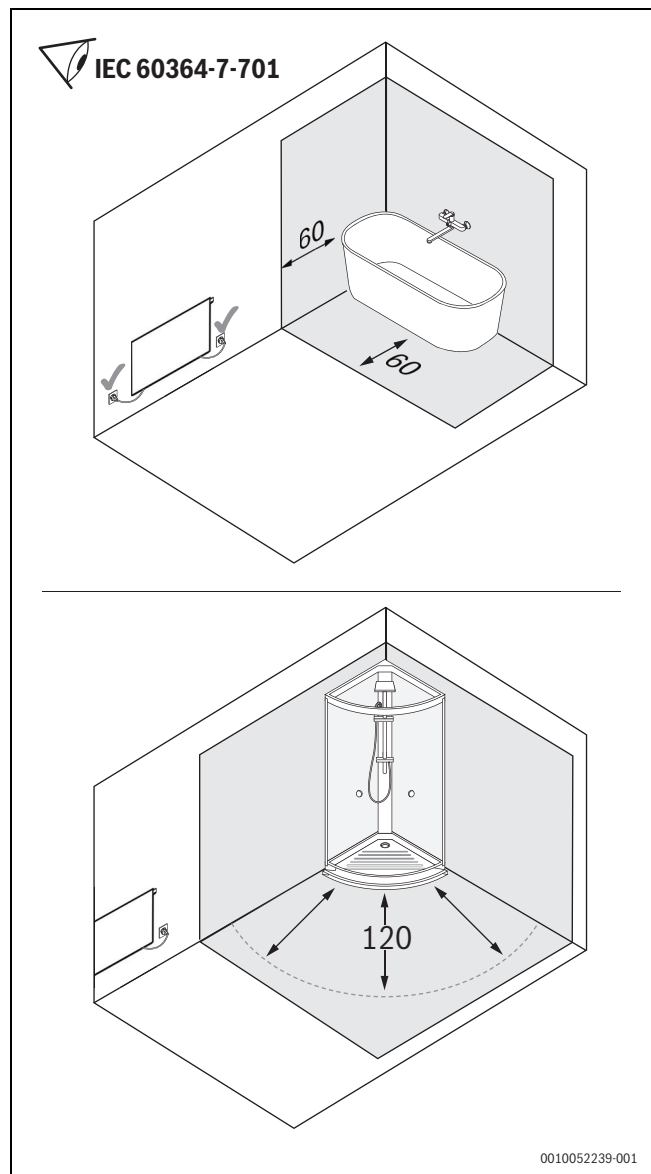

Bild 6
- ▶ Das Gerät darf nur außerhalb des Sicherheitsbereichs (grau dargestellt → Abb. 6, Seite 8) angebracht oder montiert werden.